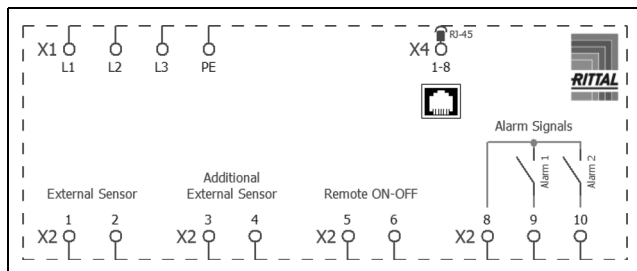

Abb. 29: Schaltplan
- Entnehmen Sie aus dem Versandbeutel den Anschlussstecker und stellen Sie gemäß der zugehörigen Anschlusskennzeichnung die Netzversorgung her (Abb. 29).